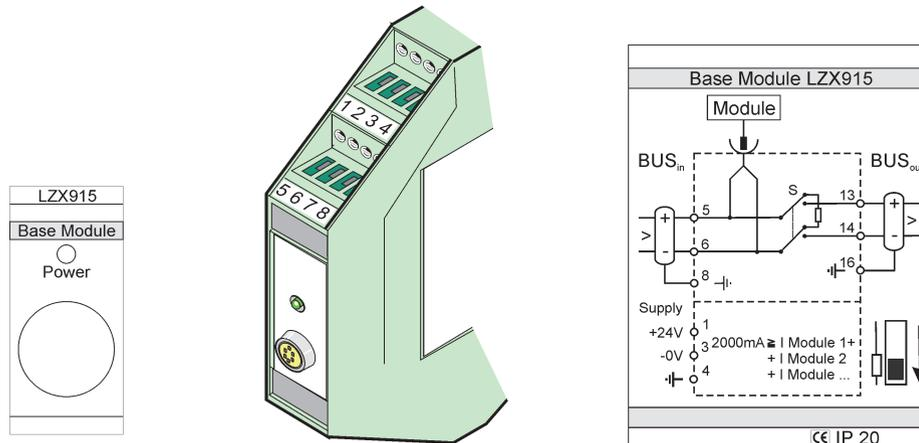

Figure 76 Module de base externe
4. Effectuer les connexions tel que présentées dans Figure 76 et Tableau 49.